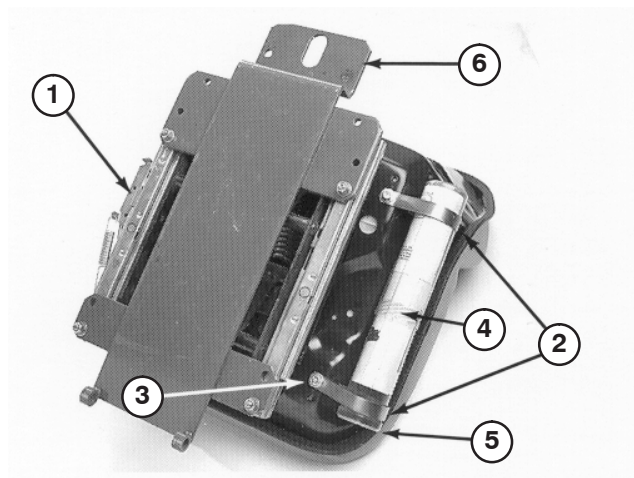

Bild 12
1. Montieren Sie die Sitzfederung unten am Sitz an vier Kopfschrauben und befestigen Sie diese mit vier Sicherungsscheiben, Flachscheiben und Muttern (Bild 12).
2. Befestigen Sie die beiden R-Schellen lose mit zwei Kopfschrauben und Flachscheiben (liegen dem Sitz bei) an der rechten Seite der Sitzunterseite (Bild 12). Setzen Sie das Rohr für die Bedienungsanleitung in die R-Schellen ein und ziehen Sie die Klemmmuttern fest (Bild 12).
3. Montieren Sie die Sitzstütze über vier Gewindebolzen unten an der Sitzfederung und befestigen Sie diese mit Muttern (Bild 12).